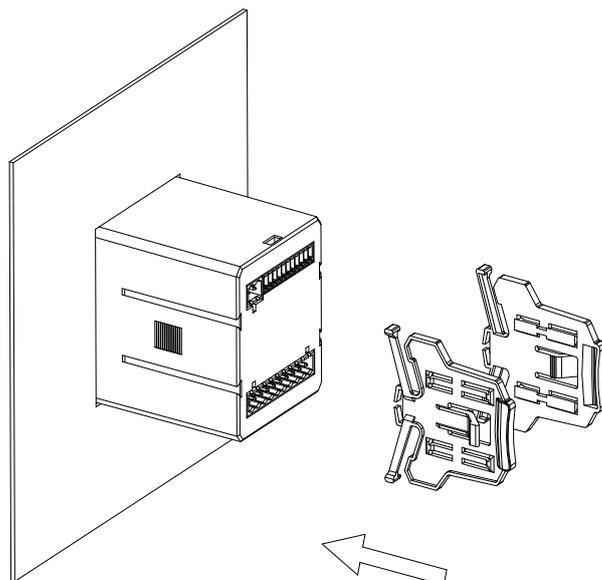

图 5
- 4) 插入仪表卡扣, 将仪表固定, 如图 5 所示。
4) Insert the buckle and fix the meter, as shown in Figure 5.